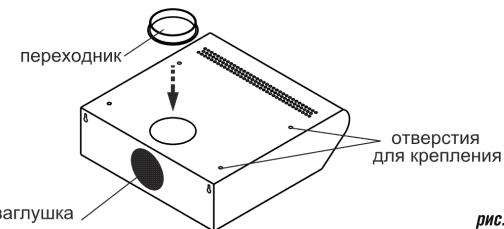

рис. 6
- зафиксируйте переходник в верхнем положении (рис. 6);
- заглушку (рис.6) закройте отверстие на задней стенке изделия;
- разметьте и просверлите четыре отверстия в полке (к которой крепите вытяжку), согласно отверстиям для крепления верхней панели корпуса вытяжки(рис.6);